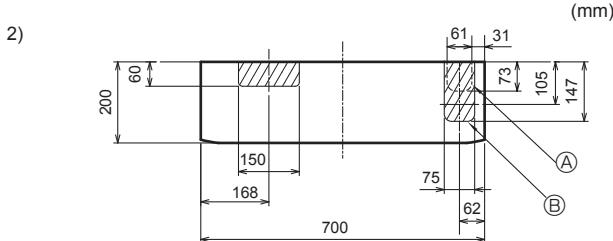

Fig. 3-8
2) Para tuberías derecha o izquierda hacia abajo (Fig. 3-8)